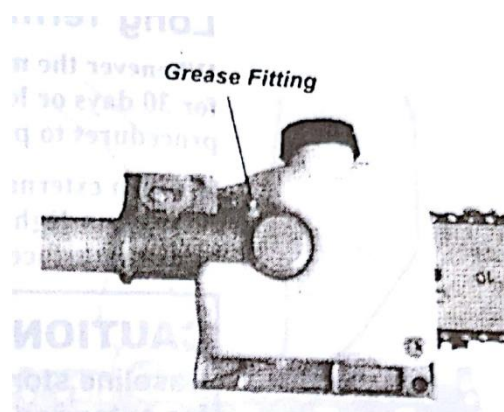

Figura 37
* Lubrique la caja de engranajes. Para realizar esta operación, primero saque la caja de engranajes del tubo superior exterior tal como se describe en la figura 37: